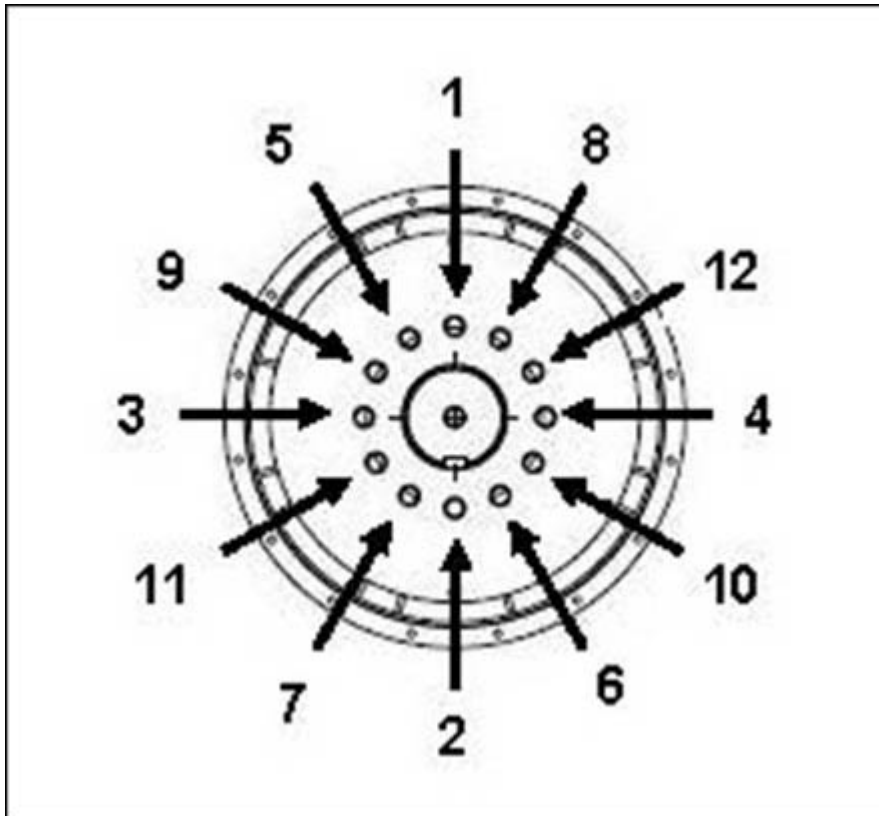

图 22. 轮毂固定顺序
4. 如果需要，请拧紧耦合盘螺栓，如 图 22 在第 xx 页 37 所示。